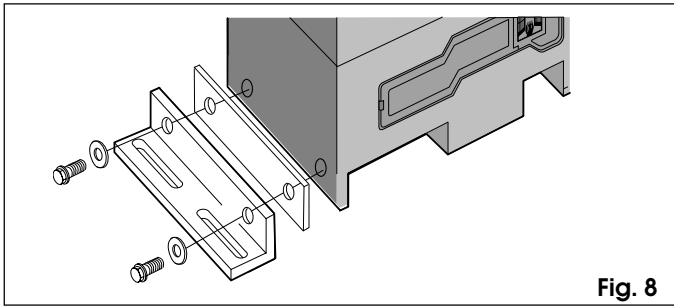

Fig. 8
- 1) Ensamblen al operador los angulares de fijación y los separadores antivibraciones como muestra la Fig.8.